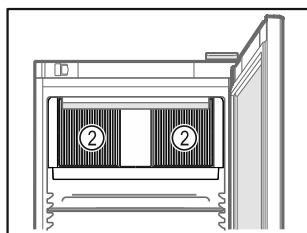

Fig. 41
- ☐ Hoidke ringlusõhupuhuri ventilatsioonipilud Fig. 41 (2) siseruumis vabad.